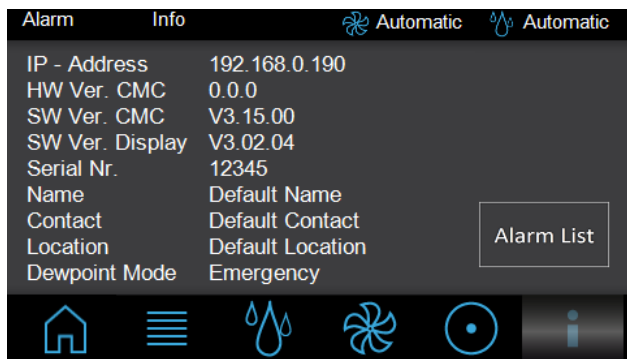

Abb. 112: Bildschirmseite „Info“
- Geben Sie die Seriennummer über die Tasten des Ziffernblocks ein. Die Seriennummer können Sie auf der Bildschirmseite „Info“ (Abb. 112) im Eintrag „Serial Nr.“ einsehen.